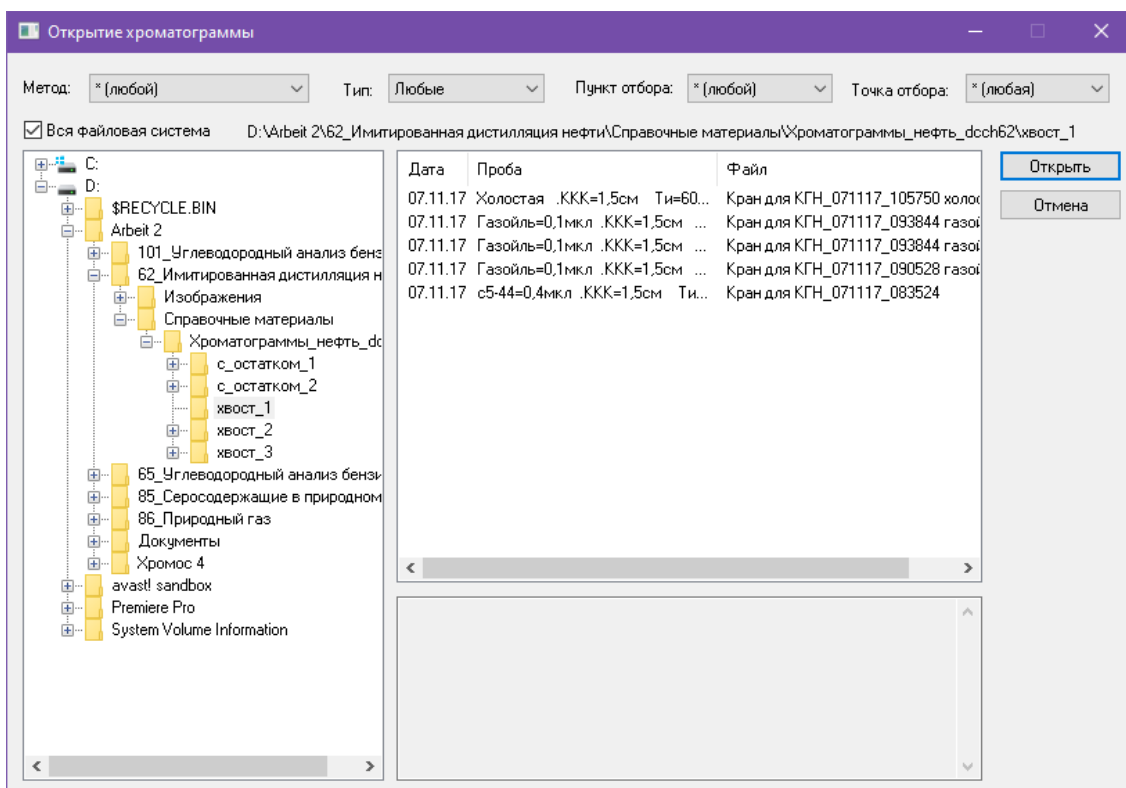

Рис. 3. Окно «Открытие хроматограммы»
1. Нажмите **Добавить**. Откроется окно *Открытие хроматограммы* (Рис. 3).